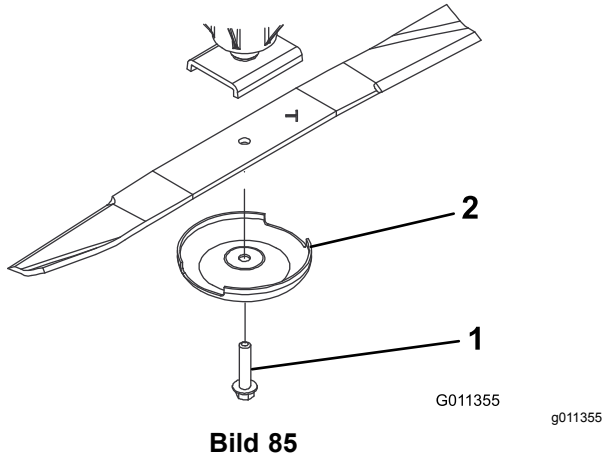

Bild 85
2. Halten Sie das Ende des Messers mit einem stark wattierten Handschuh oder wickeln Sie einen Lappen um es herum. Entfernen Sie die Messerschraube, die Antiskalpierkuppe und das Messer von der Spindelwelle (Bild 85).
3. Setzen Sie das Messer (der Flügel sollte zum Mähwerk zeigen) mit der Antiskalpierkuppe und der Messerschraube ein (Bild 85).